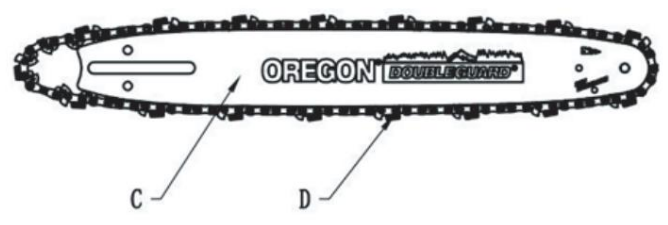

Fig 6
3. Saml kæden (D) og sværdet (C) som vist i fig. 6. (Sørg for, at tænderne peger indad den rigtige retning.)